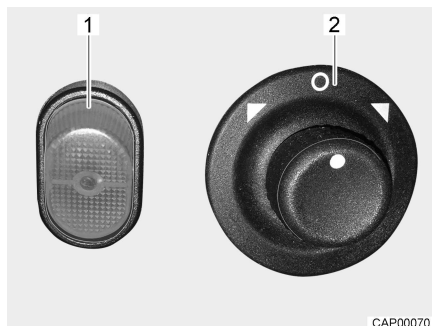

Bild 13 Brytare (elmanövrerade ytterspeglar)
- Bestäm vilken spegel som ska ställas in. Vrid för detta vridströmställaren (Bild 13,2) åt vänster eller höger.
- Ställ in spegeln. Tryck för att göra detta reglaget (Bild 13,2) i önskad riktning.
- Tryck på brytaren (Bild 13,1). Kontrolllampan i brytaren lyser orange och visar att spegeluppvärmen är i bruk.